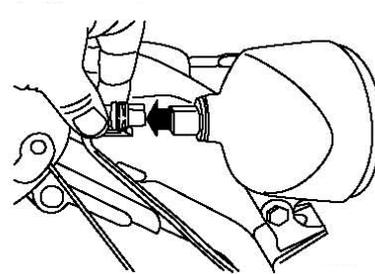

Рисунок 57.
1. Отключите соединитель провода с задней стороны фары (Рис. 57).